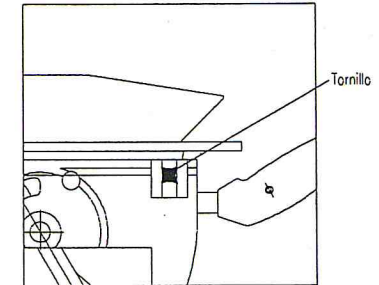

Fig. 12
4.- Ajustar el tamaño del corte regulando la altura de la mesa (Fig. 12).